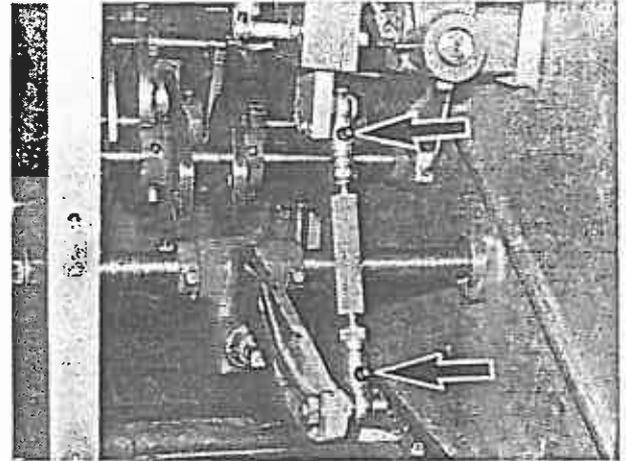

Bild 31
2. Schmiernippel (Bild 31/Pfeile) mit zwei Hüben aus der Fettschmierpresse schmieren.